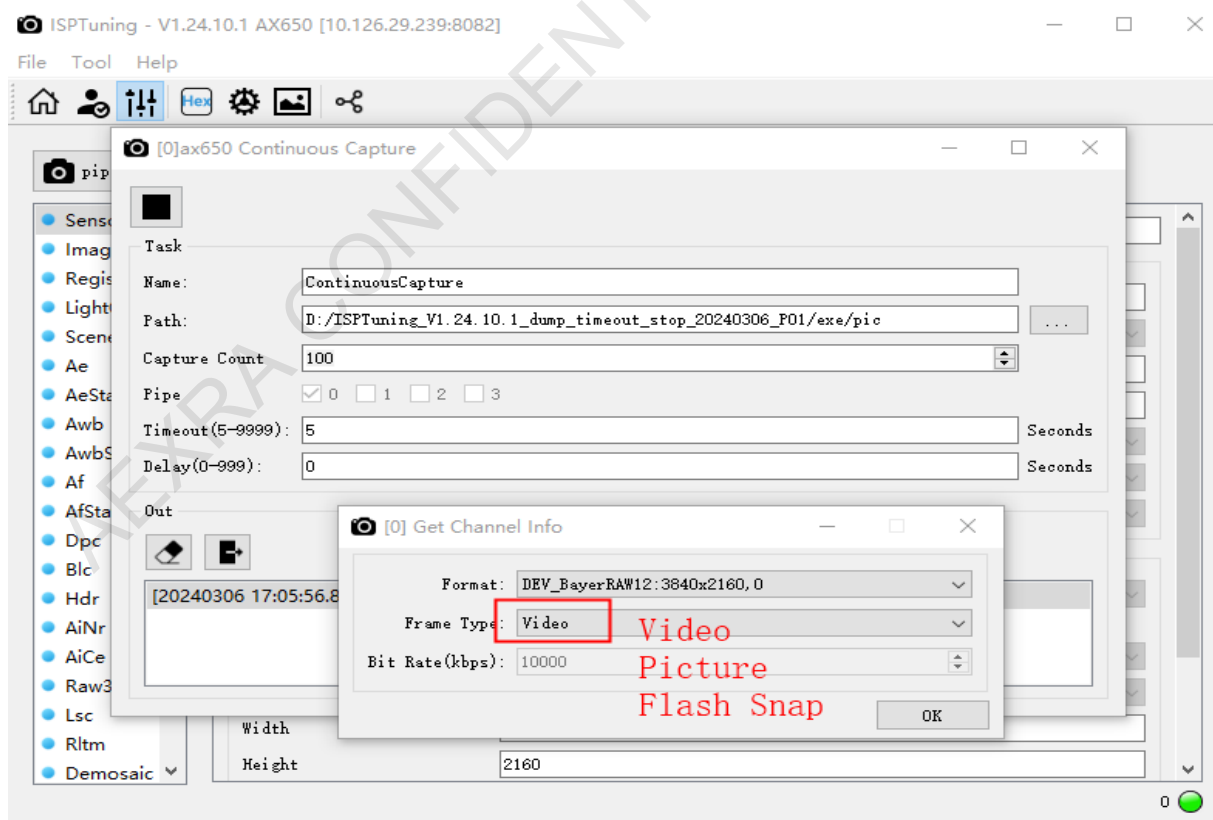

图2-5 不同帧类型抓取
- AX650A/N 平台，支持抓取不同帧类型的功能(视频帧 Video，抓拍帧 Picture，曝光帧 Flash Snap)，如上图 2-5 所示